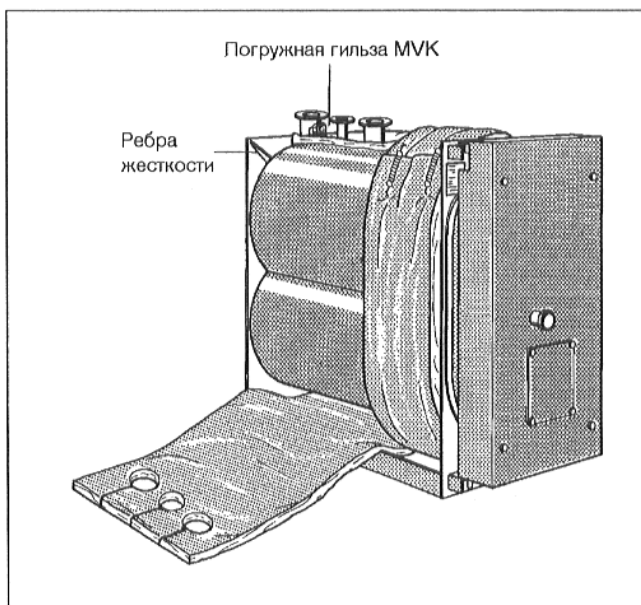

Рис. 7
- Уложить вокруг корпуса котла 2 теплоизоляционных мата и закрепить сверху по бокам, наложив концы матов друг на друга, посредством 5 натяжных пружин (Рис. 7).
- Надрезать теплоизоляционные маты внизу и сверху в зоне ребер жесткости (Рис. 7).